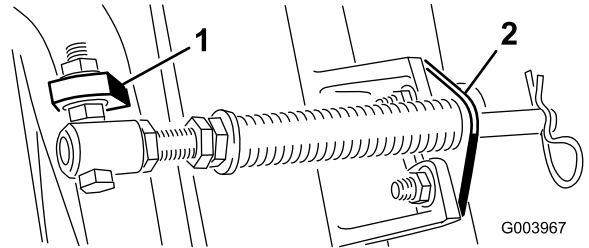

Bild 6
Hinweis: Positionieren Sie den Schraubenkopf zur Außenseite der Nase, wie in Bild 6 abgebildet.
- D. Montieren Sie die Stangenhalterung mit den Schlossschrauben und Muttern an den Schneideeinheiten (Bild 6).